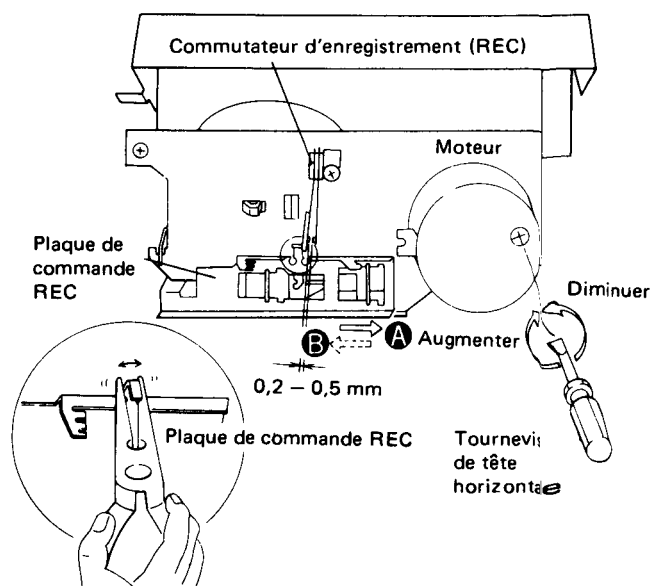

Fig. 11-2 Réglage de la vitesse de défilement de la bande et du commutateur d'enregistrement (REC)
2. Lire le passage préenregistré de 3kHz de la bande d'étalonnage STD-301. Dès le début, la fréquence indiquée doit se trouver entre 3000 et 3010Hz, celle-ci pouvant être ajustée en tournant la résistance ajustable qui se trouve dans le trou de réglage du moteur d'entraînement du cabestan, comme représenté sur la figure 11-2.